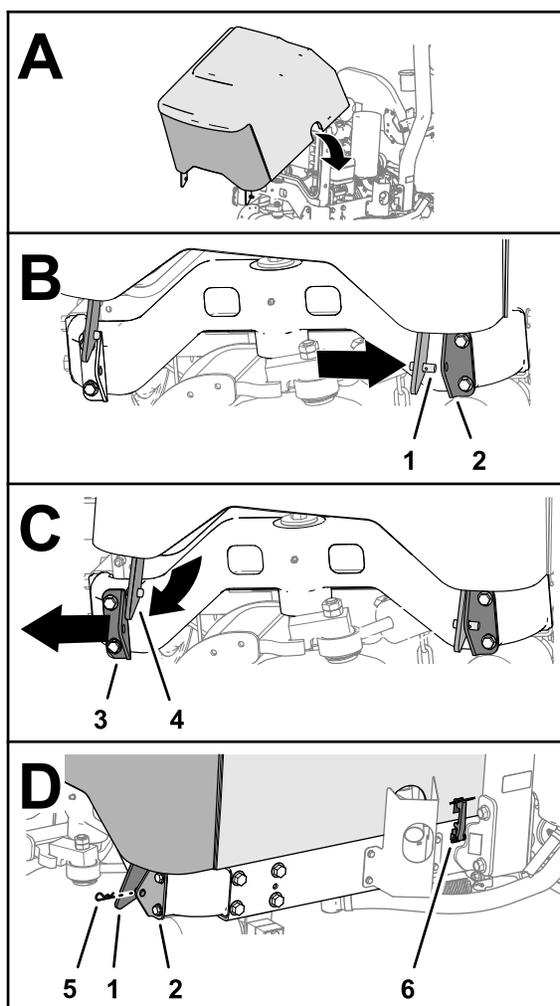

図 61
1. エンジンにフードを取り付ける 図 61。
2. フードの右側ピボットブラケットのピンを右側フードサポートに取り付け、フードを右にずらす 図 61。
3. フードの左側ピボットブラケットのピンを左側フードサポートに取り付け、フードを左にずらす 図 61。
4. 右側ピボットブラケットのピンにヘアピンを取り付ける 図 61。
5. ラッチ 2 個でフードを固定する 図 61。